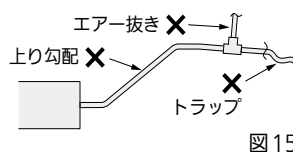

図 15
- 接続部より上り勾配で配管しないでください。(ユニット停止時、ドレン水が逆流して水漏れの原因になります) (図 15)
- エア抜き管は付けしないでください。(ドレン水が吹き出ることがあります) (図 15)
- 途中に立上げやトラップを作らないでください。(異常音の原因になります) (図 15)